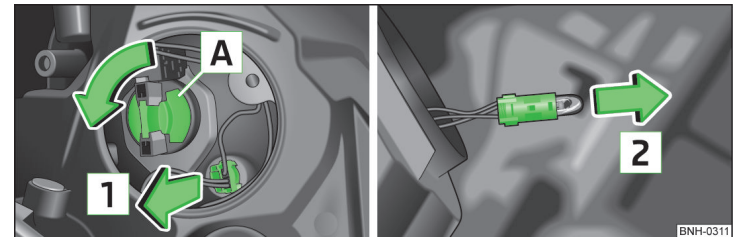

Abb. 151 Glühlampen für Fern-, Tagfahr- und Standlicht
- Den Sockel **A** » Abb. 151 bis zum Anschlag in Pfeilrichtung drehen und herausnehmen.
- Den Sockel mit der Glühlampe mit Wackelbewegungen in Pfeilrichtung **1** » Abb. 151 herausziehen.